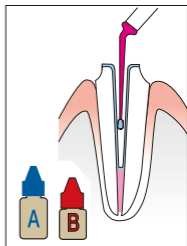

図22
- ① 根管内を清掃★3) (水洗・乾燥)し、ジーシー リンクマックスセルフエッチングプライマーEP-A、EP-Bをよく振った後、採取し5秒間混和します。
- ② 付属のマイクロチップアプリケーターなどで根管内及び歯冠部全面にセルフエッチングプライマーを塗布し図22)、30秒間放置した後、中圧エアを行います。